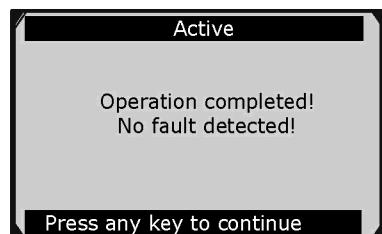

Рисунок 8-23
2) В меню **Active** [**Активная диагностика**] с помощью **кнопок прокрутки вверх/вниз** выберите исполнительное устройство, чтобы начать его проверку. Если выбранное исполнительное устройство функционирует надлежащим образом, на дисплее сканера отобразится подтверждающее сообщение (см. рисунок 8-23). В противном случае на дисплее сканера появится сообщение, напоминающее о наличии неисправности. Устраните неисправность сразу после выхода из диагностической программы.